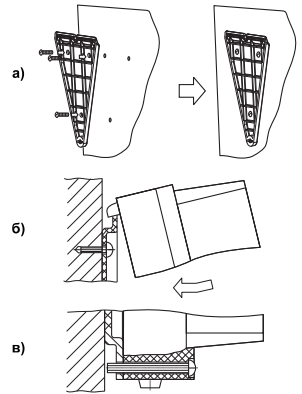

Рисунок 2 – Монтаж преобразователя настенного крепления
2. Зацепить крепежный уголок на задней стенке преобразователя за верхнюю кромку кронштейна (*рисунок 2, б*).
3. Прикрепить преобразователь к кронштейну винтом М4 × 35 из комплекта поставки (см. *рисунок 2, в*).